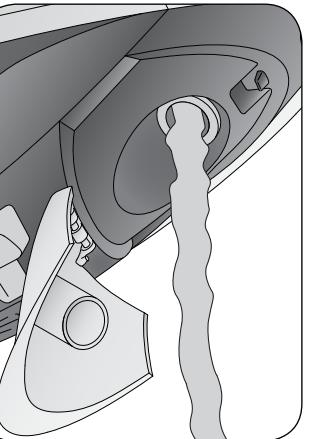

Fig. 7
Appoggiare il ferro in posizione verticale sul suo appoggia ferro (H) (Fig. 7).